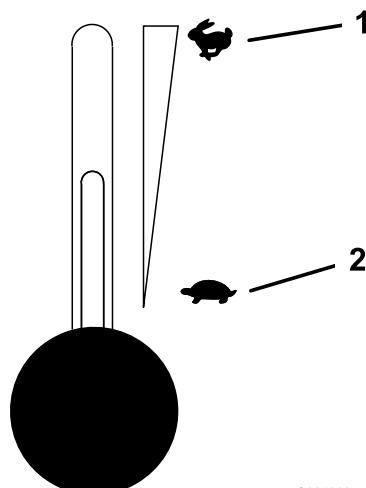

Figura 15
5. Mueva la palanca del acelerador a la posición central (Figura 15).
2. Ponga la palanca del acelerador en un punto intermedio entre las posiciones lento y rápido (Figura 15).